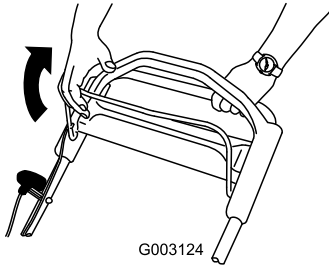

Figure 22
2. Serrez la barre de commande de la lame contre le guidon (Figure 22).